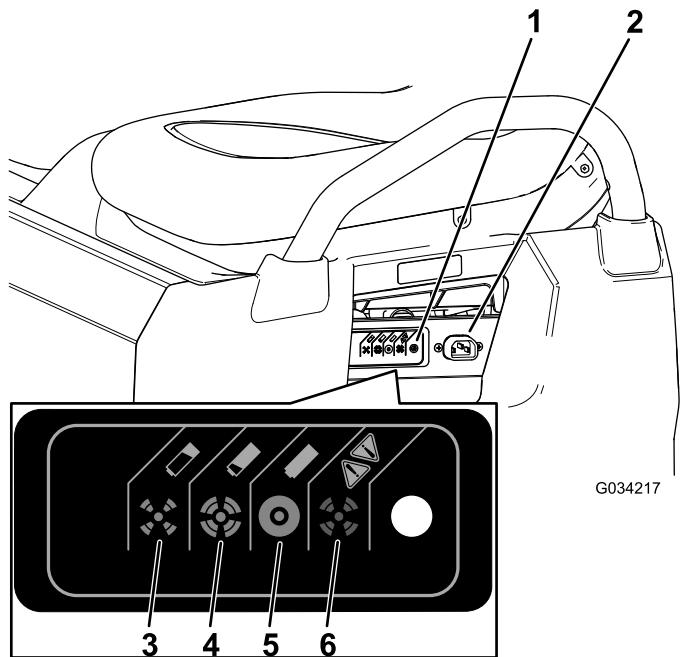

Figure 37
3. Branchez un cordon de chargeur de **calibre 16** (ou de plus gros diamètre), de **2,5 m ou plus court** à la prise de charge de la machine (Figure 37).
Reportez-vous au tableau suivant et à la Figure 37 pour connaître la signification des différentes couleurs du voyant d'état du chargeur.